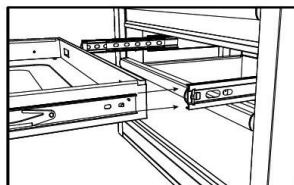

fig. 6
2. Maintenez la glissière de tiroir en l'alignant avec la glissière du coffre (fig. 6).